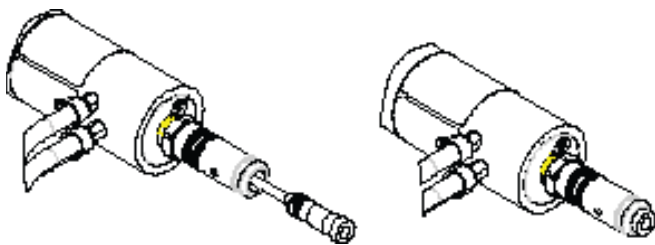

Figure 2A: Pose D'Une Conduite Avec Vis D'arrêt
6. Desserrer la vis d'arrêt qui se trouve sur le bouchon de raccordement arrière Tweco®, Panasonic® et Lincoln® pour garantir une alimentation correcte dans la conduite. Dans le cas d'un bouchon type Miller, dévisser le raccord fileté du bouchon de raccordement arrière du chalumeau. Voir les Figures 2A et 2B.